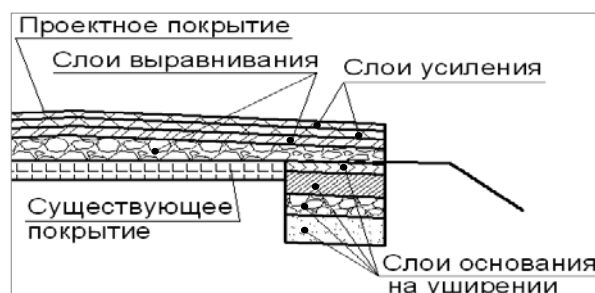

Рис. 26. Укладка на уширении всех слоёв основания заданной толщиной
- все слои основания на уширении укладываются на полную толщину с уклоном низа усиления; в этом случае дорожная одежда на уширении будет глубже, чем **От низа конструкции усиления**, на толщину обрезанных слоёв (рис. 26).